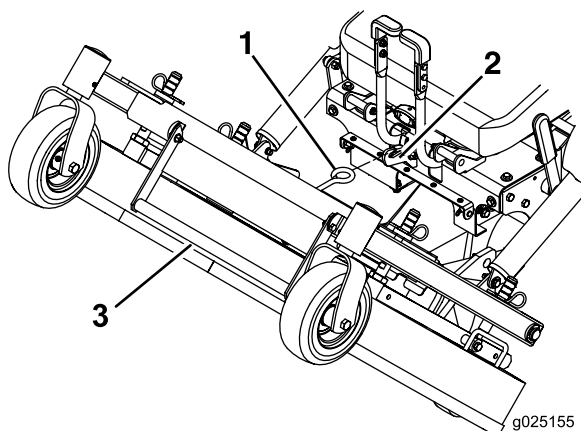

Figure 20
3. À l'aide de la poignée de relevage du tablier, soulevez le tablier et verrouillez-le dans la position relevée (Figure 20).
1. Tenez fermement la poignée de relevage du tablier de coupe, décrochez le verrou de la machine et abaissez lentement le tablier au sol (Figure 20).